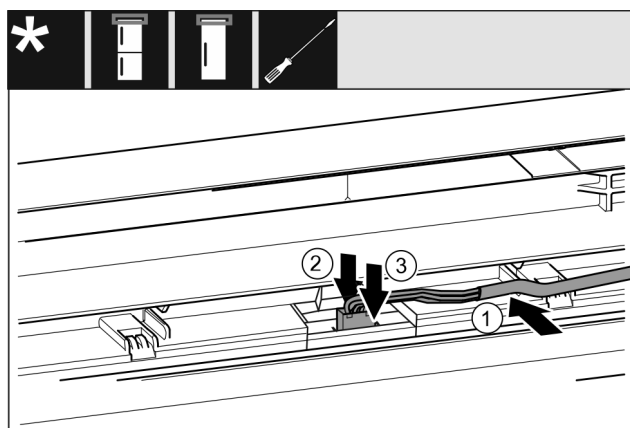

Fig. 46 制冷/冷冻组合/冰柜/冰箱*
- 将电缆 Fig. 46 (1) 置入上方冰箱门的导向装置。*
- ▶ 将止动凸缘 Fig. 46 (2) 向后按住。*
- ▶ 插入插头 Fig. 46 (3)。*